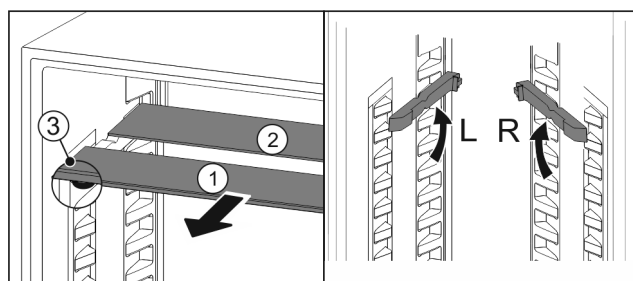

Fig. 48
- ▶ Skleněné desky jednotlivě vytáhněte dopředu Fig. 48 (1).
- ▷ Skleněná deska Fig. 48 (1) s ozdobnou lištou leží vpředu.
- ▷ Zářázky Fig. 48 (3) směřují dolů.